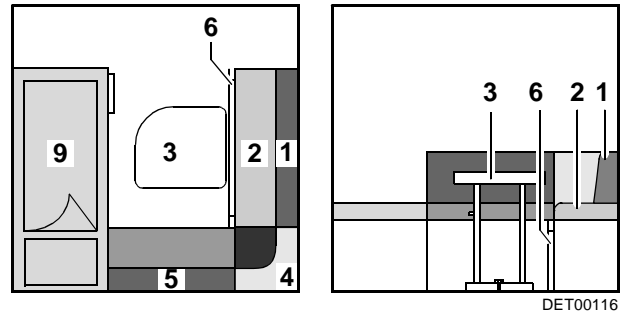

Fig. 66 Antes de la transformación
- Transformar la mesa (Fig. 66,3) en base de cama (véase apartado 7.7).
- Extraer la extensión del cuerpo de cama (Fig. 66,6).